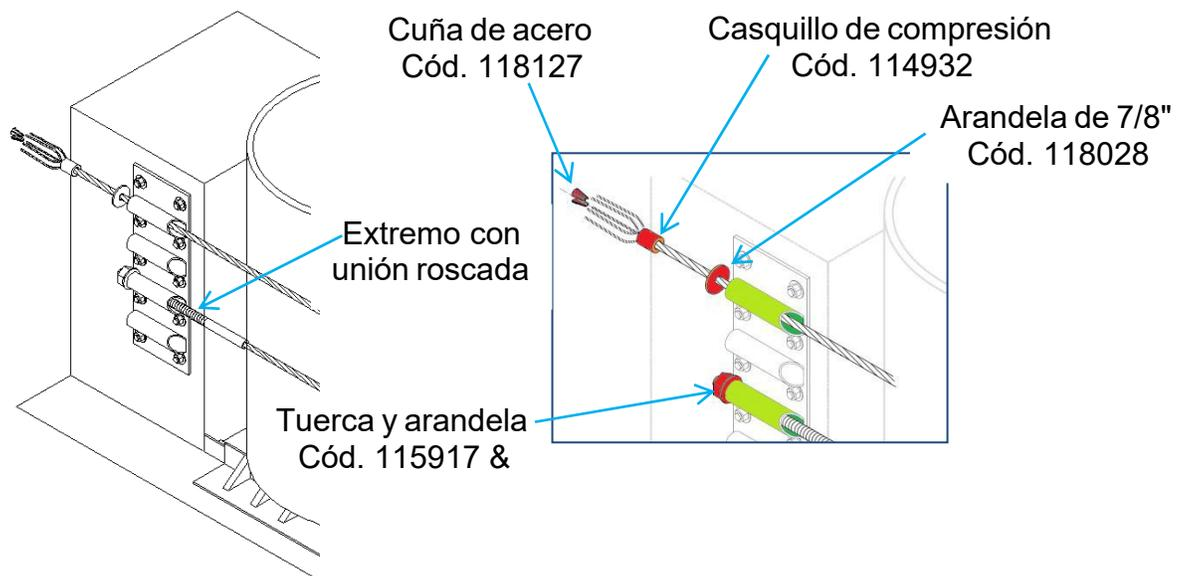

Figura 20
- A. Introduzca el lado del cable que tiene la unión roscada en el tercer tubo e instale una arandela y tuerca para fijar la posición del cable. Apretar la tuerca de tal manera de que la parte roscada del cable quede a ras de la tuerca, ver figura 20.